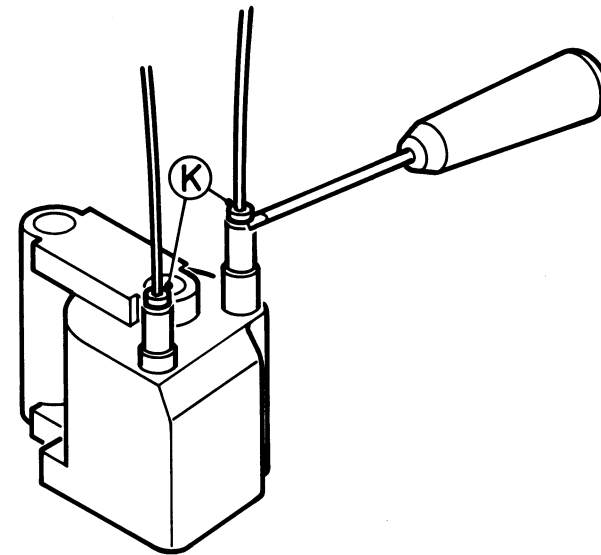

Fig. II-3
4. Das Hochspannungs- und Fokussierspannungskabel am Zeilenausgangstransformator lässt sich trennen, nachdem mit einem Schraubenzieher oder Seitenschneider die Klemmbuchsen K angehoben worden sind (siehe Bild II-3).